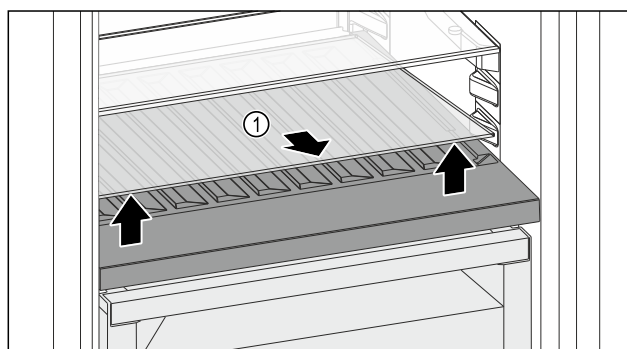

Fig. 109
- Приподнимите стеклянную пластину Fig. 109 (1) за выемку спереди и извлеките.
- Уложите стеклянную пластину Fig. 109 (1) на хранение вне устройства.